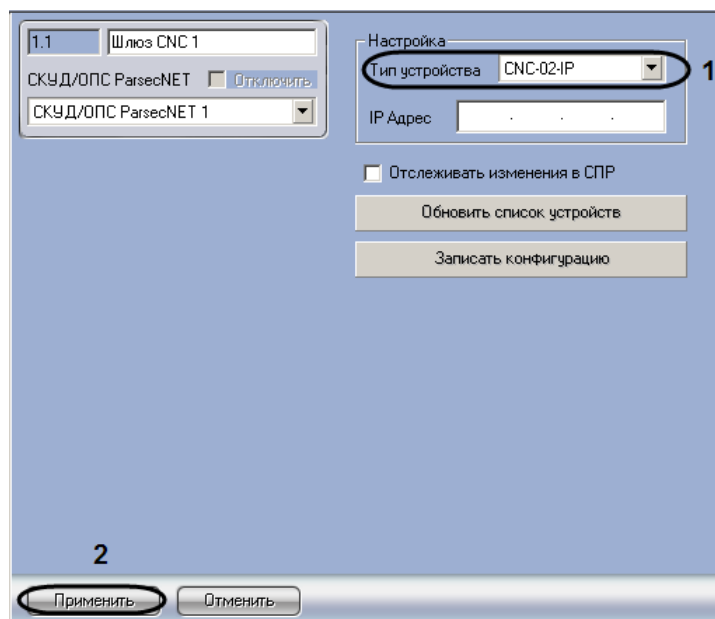

Рис. 3.3—2 Выбор типа устройства для взаимодействия Сервера Интеллект со СКУД/ОПС ParsecNet
1. Перейти на панель настроек объекта **Шлюз CNC** (Рис. 3.3—3).
2. Из раскрывающегося списка **Тип устройства** выбрать значение, соответствующее Ethernet-шлюзу или ЦКС, через который будет осуществляться взаимодействие Сервера *Интеллект* со *СКУД/ОПС ParsecNet* (см. Рис. 3.3—3, 1).